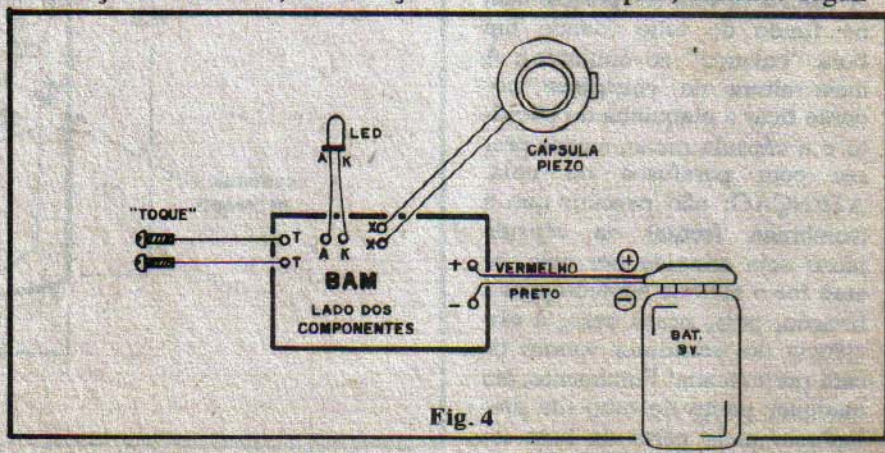

Fig. 4
- **FIG. 4** - Conexões externas à placa (esta ainda vista pelo lado dos componentes). São todas também simples, bastando seguir